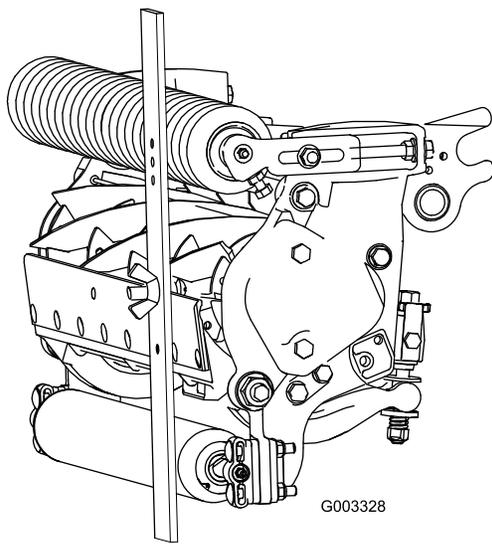

図 20
4. ゲージバーのねじの頭を下刃の先端に引っかけ、バーの後端を後ローラに当てがう 図 20。
5. バーの前端がローラに当たるように、調整ネジで調整する 図 20。